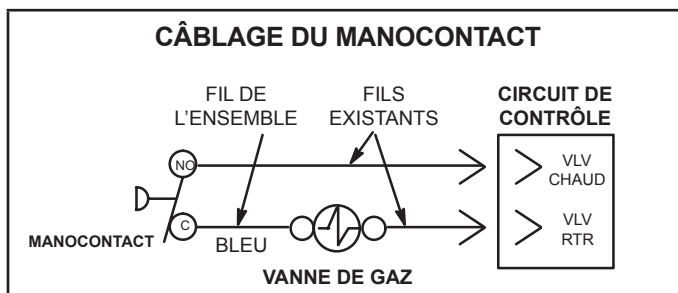

Figure 9
- 1 - Connecter l'extrémité isolée du fil bleu (fourni) à la borne « C » (commun) du manoccontact. Connecter l'autre extrémité du fil bleu à la borne de la vanne de gaz. Connecter le fil bleu venant du circuit de contrôle à la borne « NO » du manoccontact. Reconnecter le fil jaune venant du circuit de contrôle à l'autre borne de la vanne de gaz. Voir Figure 9.